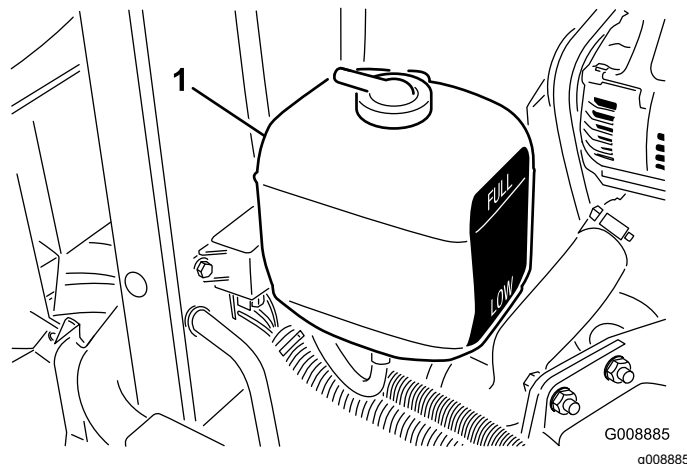

Figura 61
2. Compruebe el nivel de refrigerante del depósito de expansión (Figura 61). Con el motor frío, el nivel del refrigerante debe estar aproximadamente en el punto medio entre las marcas del lateral del depósito.